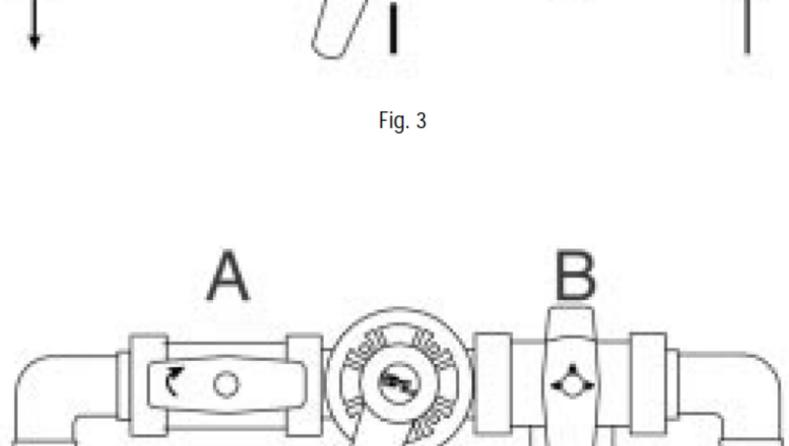

Fig. 5
4. Опорожните оборудование и промойте его чистой водой: При этом направьте регулятор потока на двойной клапан (A), оставьте двойной клапан открытым и вставьте тройной клапан (B) как показано на рис. 5.